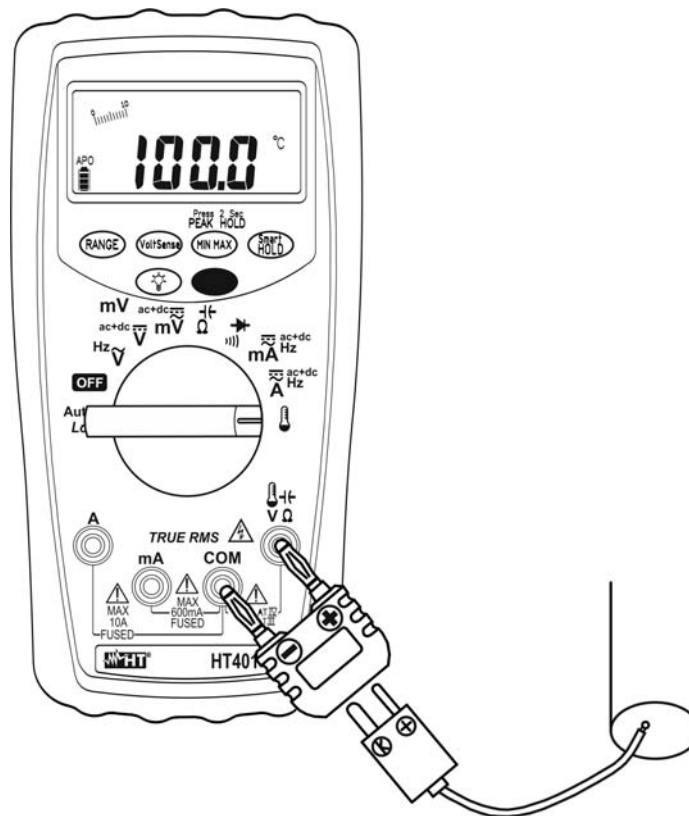

Fig. 10: Uso dello strumento per misura di Temperatura
3. Inserire l'adattatore in dotazione nei terminali di ingresso $V\Omega$  e **COM** rispettando i colori rosso e nero presenti su di esso (vedere Fig. 10)
4. Collegare la sonda a filo tipo K in dotazione o una delle sonde opzionali (vedere Fig. 10) allo strumento tramite l'adattatore rispettando le polarità positiva e negativa presenti sulla spina della sonda. Il valore della temperatura è mostrato a display